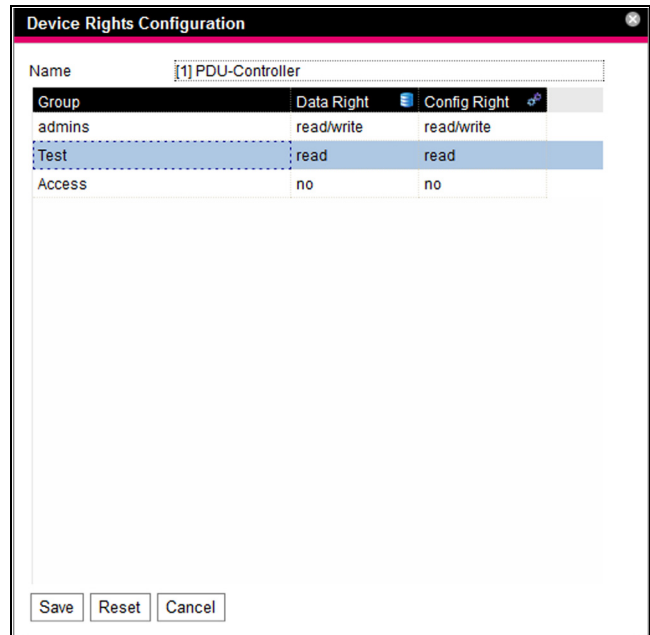

Abb. 54: Dialog „Device Rights Configuration“
Es erscheint der Dialog „Device Rights Configuration“ (Abb.54).
- Wählen Sie hinter dem Eintrag „PDU-Controller“ das Symbol „Device Rights“ an (Abb. 52). Es erscheint der Dialog „Device Rights Configuration“ (Abb. 54).
Die jeweiligen Symbole werden sowohl angezeigt, wenn man auf der Registerkarte **Configuration** einen Sensor im Navigationsbereich anwählt und diesen dann bis auf die unterste Ebene aufklappt, als auch im Dialog „Device Rights Configuration“ (Abb. 54). Die Symbole verdeutlichen die Zuordnung zu den beiden Datentypen „Data“ und „Config“.